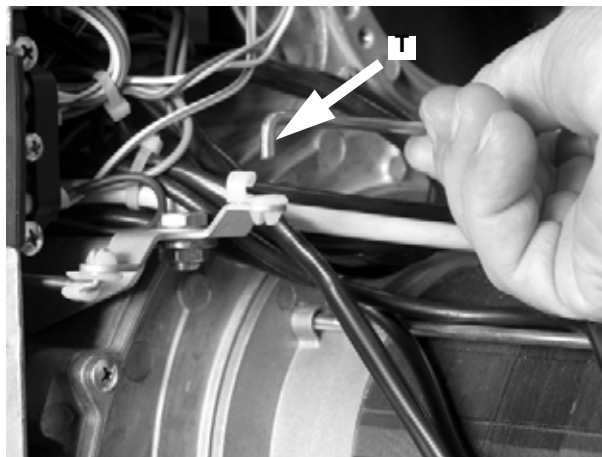

Рис. 53
- Вынуть анкерный болт **T** с гнезда, как указано на Рис. 53 .
- Установить на место анкерный болт **T** (Рис. 53).